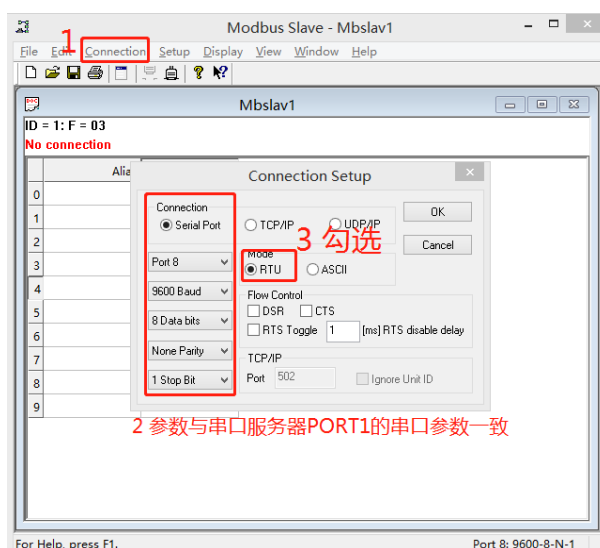
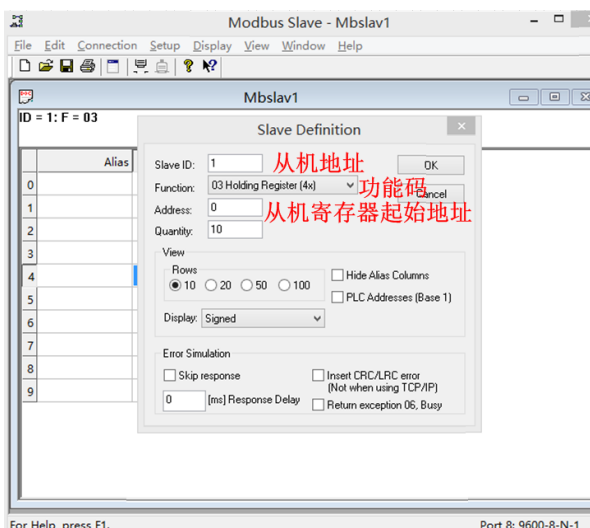

图 12.11 ModBus Slave 软件设置 1
图 12.12 ModBus Slave 软件设置 2
10. 打开 ModBus Slave 软件，并按图 12.11、图 12.12 所示设置。